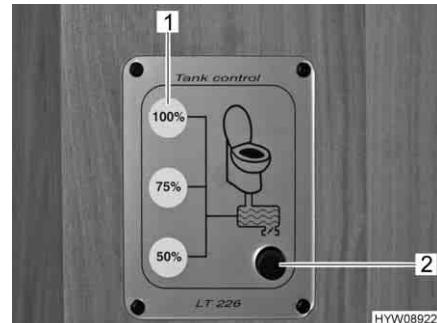

Fig. 172 Pannello di controllo per serbatoio fiscale aggiuntivo
- Premere e tenere premuto il tasto (Fig. 172,2) per la pompa.
- Quando l'indicatore di livello (Fig. 172,1) del serbatoio fiscale aggiuntivo visualizza 100 %, rilasciare il tasto. Significa che il serbatoio fiscale aggiuntivo è pieno.